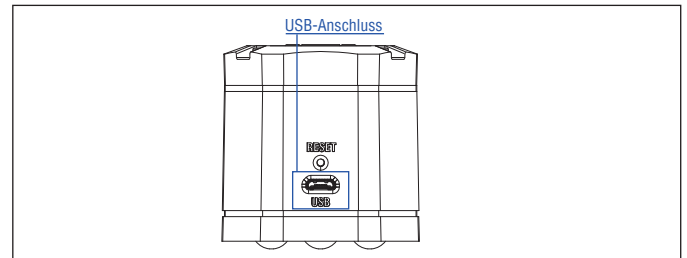

Abb. 84: USB-Buchse am TempoLink® Sensorassistenten
1. Stecken Sie den Micro-USB-Stecker des USB-Kabels in den Anschluss „USB“ an den TempoLink® Sensorassistenten (Abb. 84).